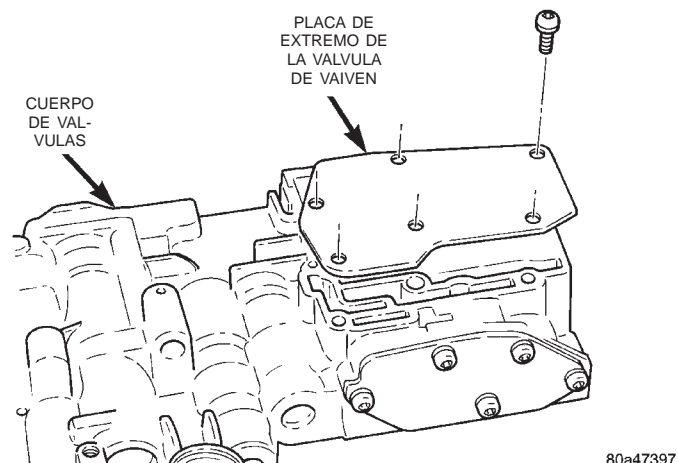

Fig. 59 Placa de extremo de la válvula de vaivén
(20) Coloque la placa de extremo de la válvula de vaivén en su posición en el cuerpo de válvulas (Fig. 59).
(21) Instale los tornillos que fijan la placa de extremo de la válvula de vaivén al cuerpo de válvulas (Fig. 59).